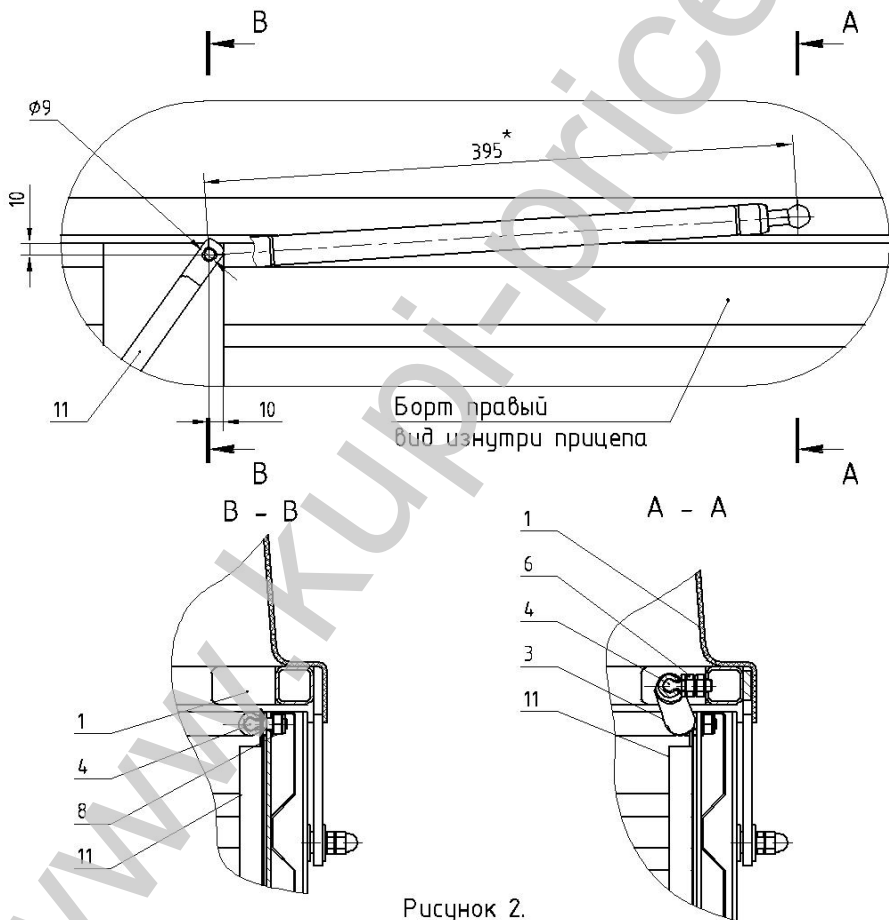

Рисунок 2.
11. Прикрутить верхние шаровые шарниры 4 через дистанционную гайку 6 (рис. 2, сечение А-А и сечение В-В).
12. Просверлить отверстие $\varnothing 9\text{мм}$ в левом и правом борту прицепа на расстоянии 10мм от верхнего края борта и 10мм от заднего края стойки, как показано на рис.2.
13. Прикрутить нижние шаровые шарниры 4 (рис. 2, сечение В-В).
15. Установить стопоры газового упора 10 и 11 (рис. 2).